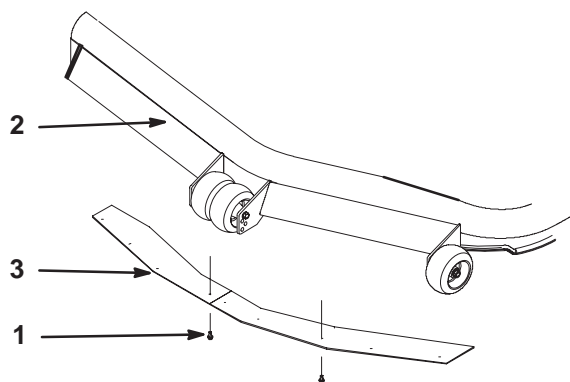

Figure 14
1. Pour monter ou déposer les déflecteurs de décharge, installez ou retirez les boulons comme illustré à la Figure 14.